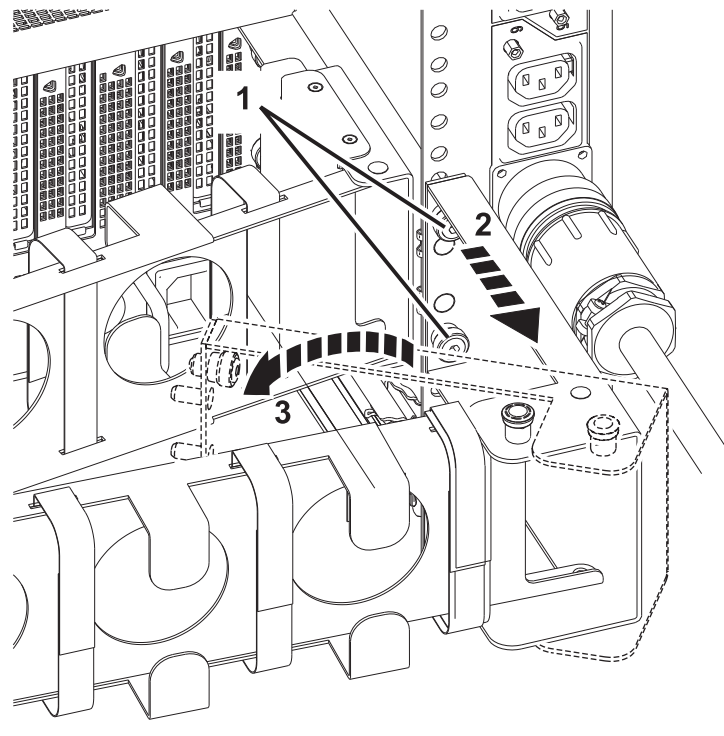

Figure 22. Etapes pour fournir un dégagement au niveau du cordon d'alimentation d'un système complet
- b. Depuis l'arrière de l'armoire, desserrez (sans retirer) les vis (1). Voir figure 22.
- c. Tirez vers vous le bras de routage des câbles (2). Voir figure 22.
- d. Faites pivoter le bras de routage des câbles pour dégager un espace (3). Voir figure 22.